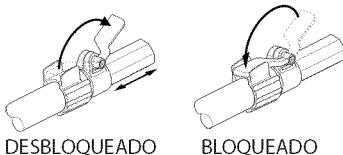

Figura 27 - Extendiéndose la Pértiga Telescópica
1. Para extender la pértiga afloje la palanca de sujeción como se muestra en la figura 27. La pértiga se deslizará libremente.
3. Para bloquear la pértiga apriete la palanca de sujeción como se muestra en la figura 27.